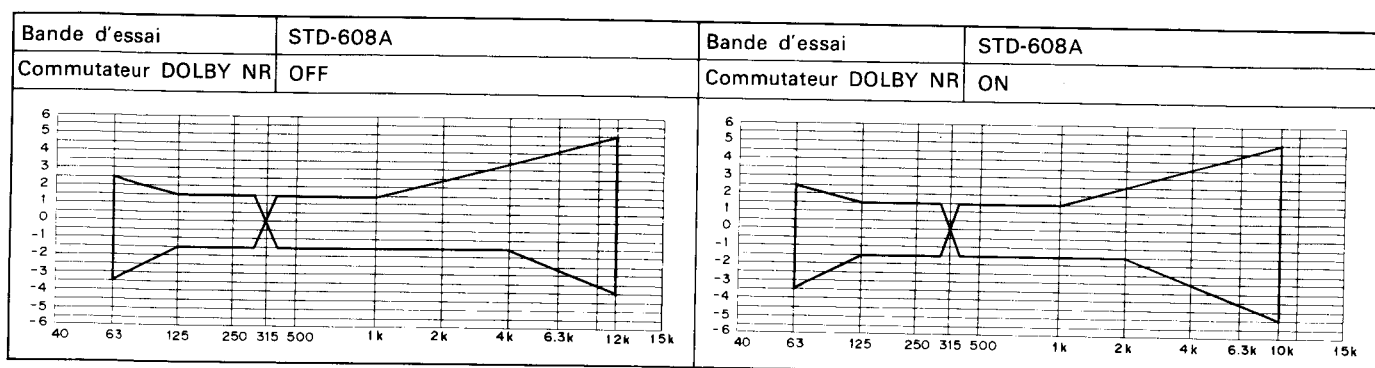

Fig. 12-8 Zone de tolérance de la réponse de fréquence d'enregistrement et de lecture (NORM)
- Changer la bande d'essai et la position du commutateur de réducteur de bruit DOLBY, et vérifier que la courbe de réponse en fréquences indiquée sur la Fig. 12-8,9 est respectée.